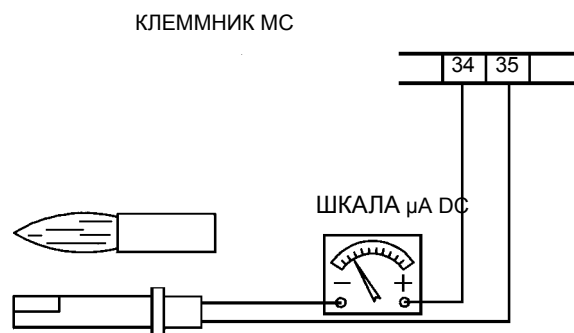

Рис. 11
- Проверить и тщательно почистить фоторезистор улавливания пламени, если необходимо заменить его. В случае возникновения сомнения, проверить контур улавливания пламени после установки на место горелки и ввода ее в действие, следуя схеме на Рис. 11;
Для того, чтобы замерить контрольный сигнал, действовать согласно схеме на Рис. 11. Если сигнал не соответствует указанным параметрам, проверить электрические контакты, чистоту головки сгорания, положение фоторезистора и, при необходимости, заменить его.